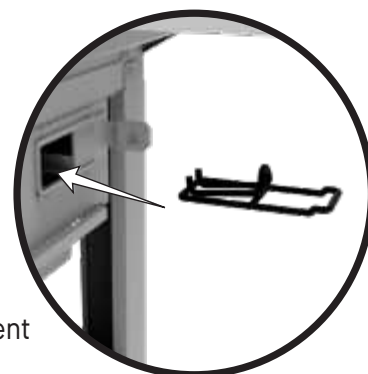

Figure 1
8. Mettez un allume-feu dans le support à allume-feu (voir la fig. 1).
4. Mettez un allume-feu dans le support à allume-feu (voir la fig. 1).